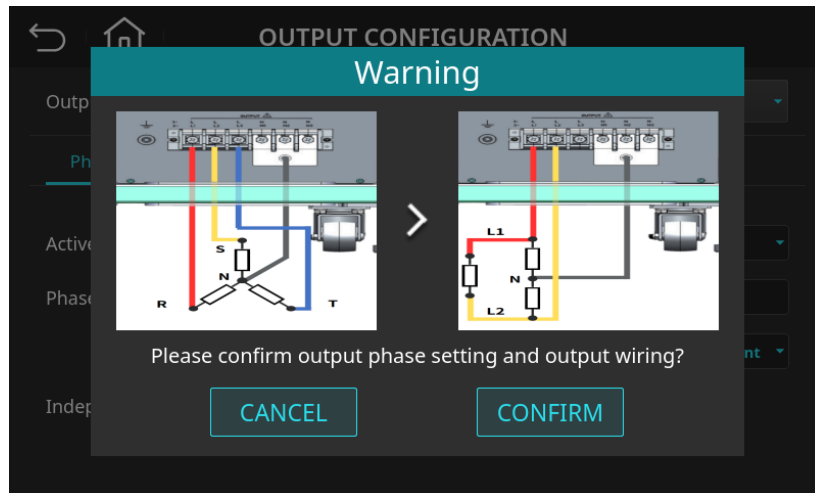

图 4-24 相位模式切换警示页面(三相模式切换至分相模式)
3. 确认输出接线为分相模式后，按下”CONFIRM”键，如图 4-24 所示。